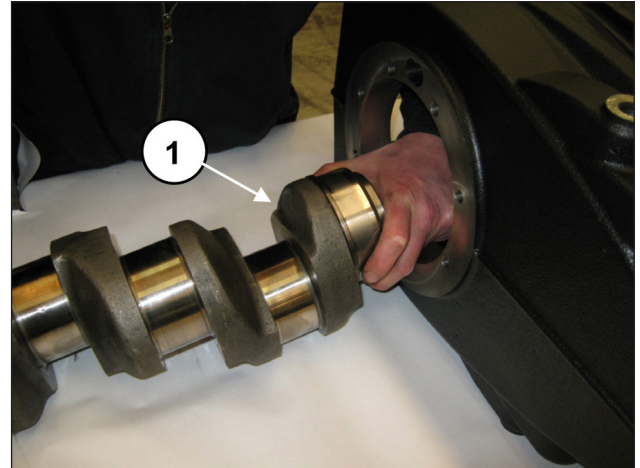
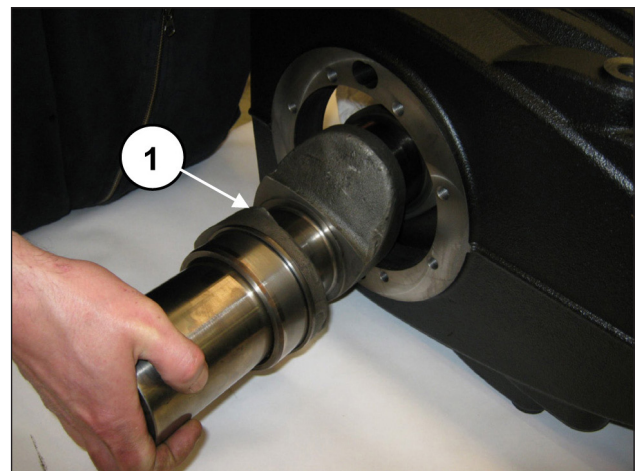

Fig. 47
Fig. 48
Insérer l'arbre côté PTO en ayant soin de ne pas heurter les corps de bielles préalablement montés (rep. ①, Fig. 47) et (rep. ①, Fig. 48).